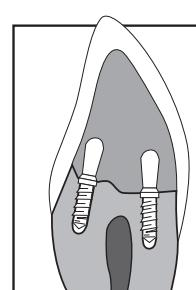

Figure 8
- Byg op med det ønskede genopbygningsmateriale (**Fig. 8**).